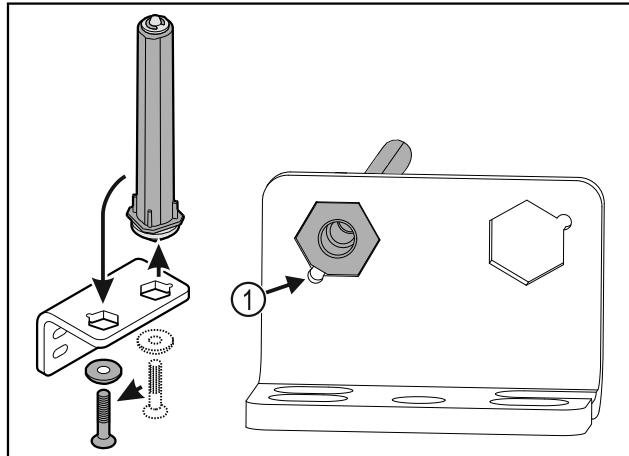

Fig. 40
- ▶ 在安装时请注意，让螺栓斜面 Fig. 40 (1)朝向圆孔。